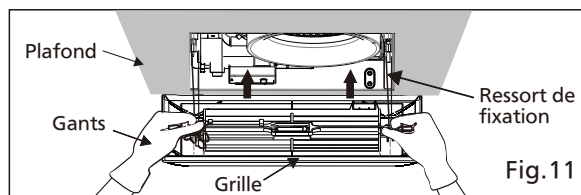

Fig.11
- Insérez l'autre ressort de montage dans la fente comme illustré et fixez la grille au boîtier du ventilateur. (Voir Fig.11)